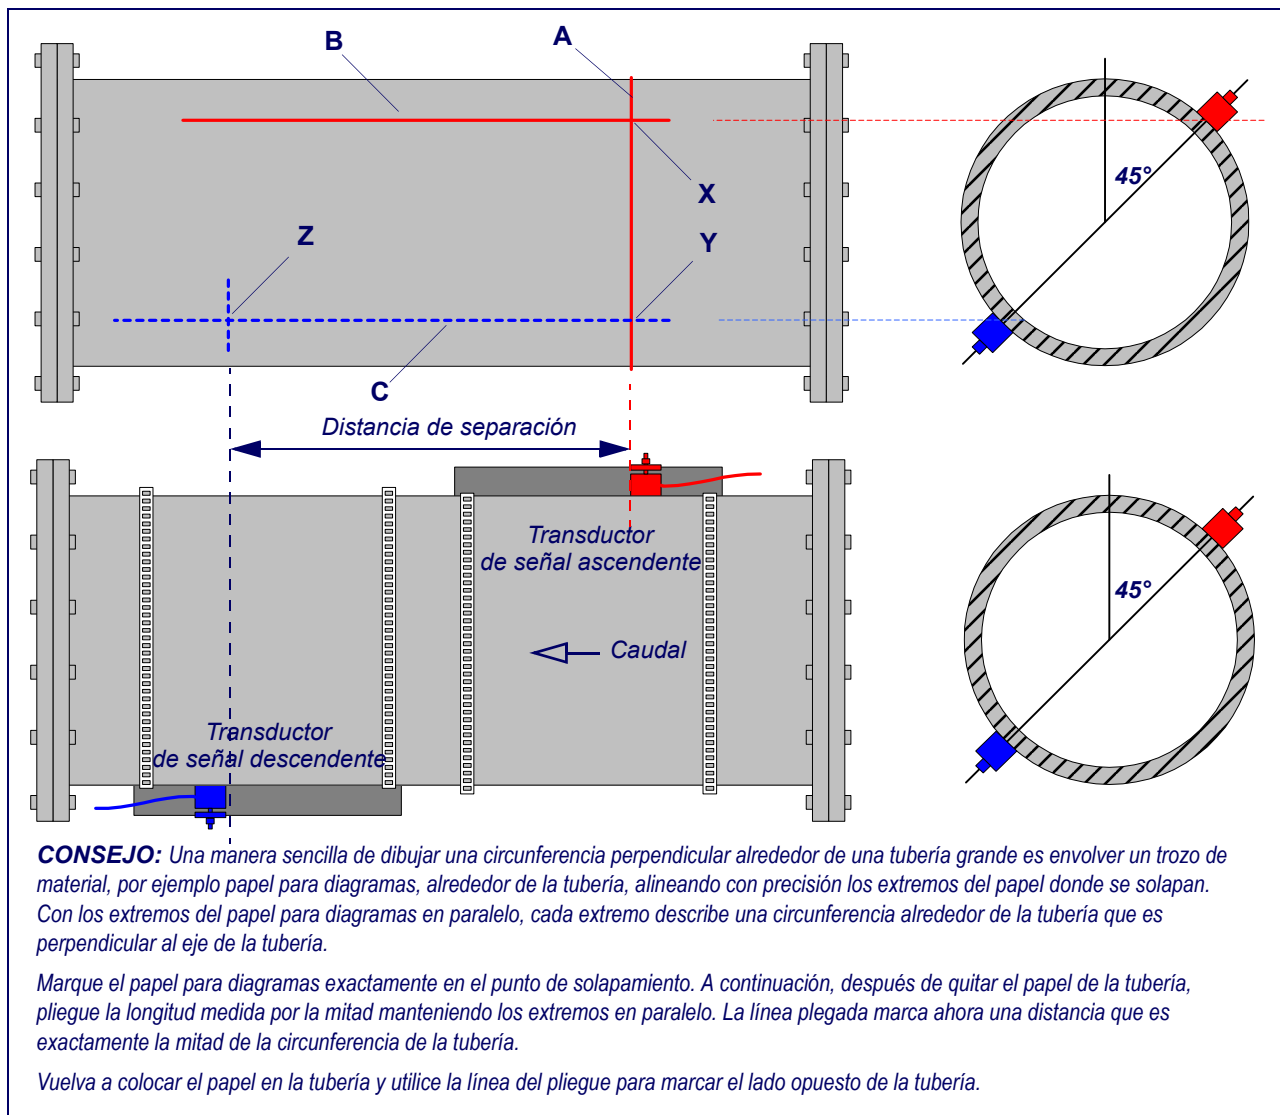

Figura 2.16 Montaje de los transductores para el modo de funcionamiento diagonal
Este modo de funcionamiento precisa de dos rieles guía para los transductores montados en las caras opuestas de la tubería, tal y como se muestra en la Figura 2.16. Tenga en cuenta que los rieles guía se deben montar en un ángulo de 45° con respecto a la parte superior de la tubería. Al utilizar transductores del tipo 'A' o 'B', los rieles guía empleados son idénticos a los que se muestran más abajo, y el segundo riel guía y los elementos de fijación se deben comprar como un kit opcional.
2. A través de cualquier medio disponible, trace una línea de referencia alrededor de la circunferencia de la tubería aproximadamente donde se va a montar el transductor de señal ascendente: la línea 'A' de la Figura 2.16.
5. Desde el punto 'Y', dibuje una línea de un metro de largo ('C') perpendicular a la línea 'A' y paralela al eje de la tubería. Esta se muestra como una línea discontinua en la Figura 2.16 dado que se encuentra en la parte posterior de la tubería.